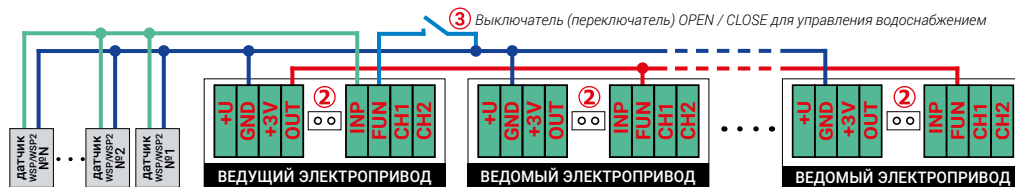

Рис. 1. Объединение в систему нескольких шаровых электроприводов из серий GIDROLOCK WINNER
В определенных случаях может возникнуть необходимость подключить к шаровому электроприводу GIDROLOCK WINNER другие электроприводы серии GIDROLOCK WINNER. Например, если в системе водоснабжения предусмотрено перекрывать холодную и горячую воду, то для решения такой задачи потребуется два и более устройства: один ведущий шаровой электропривод GIDROLOCK WINNER и несколько шаровых электроприводов GIDROLOCK WINNER в качестве ведомых (рис.1).
ВНИМАНИЕ! При подключении электроприводов серии GIDROLOCK WINNER по схеме **ведущий — ведомые убедитесь в отсутствии установленных джамперов (2)** во всех соединяемых электроприводах серии GIDROLOCK WINNER (рис. 1 и фото 6).
При объединении в систему нескольких электроприводов серии GIDROLOCK WINNER выключатель (переключатель) с фиксацией положения (фото 22-24) для дистанционного управления водоснабжением **подключается к клемме FUN только ведущего шарового электропривода** (3, рис. 1).